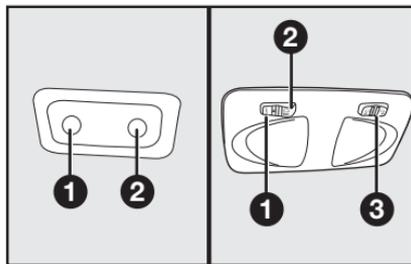

fig. 67
## CONJUNTO DE LUZ INTERNA - fig. 67
La lámpara posee 3 situaciones distintas, de acuerdo con la posición del interruptor **fig. 67**:
**Interruptor 3-fig. 67:** para seleccionar el lado de encendido de la luz interna.